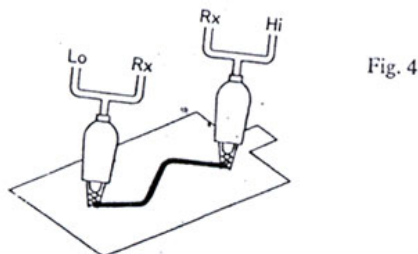

Fig. 4
- 6-4. 如下圖 (Fig. 4) 兩點連接法去測量PCB線路板之間的電阻值。